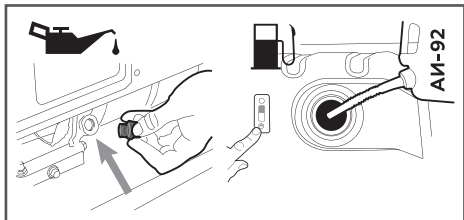

Рис. 10 Проверка масла и топлива перед запуском
2. Проверьте уровень масла в картере двигателя и наличие топлива в топливном баке (Рис. 10).
При возникновении аварийной ситуации, для экстренной остановки двигателя генератора переведите выключатель зажигания в положение «О» (ВЫКЛЮЧЕНО) (Рис. 10).